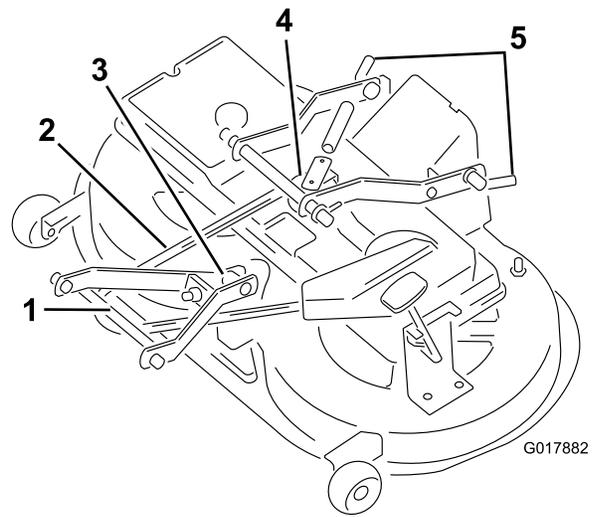

Figura 43
9. Tire del brazo tensor hacia dentro y retire la correa en V de la polea (Figura 43).
11. Retire el pasador situado entre el acoplamiento del brazo delantero y la carcasa de corte (Figura 43).
12. Retire la correa en V de la polea del motor (Figura 43).